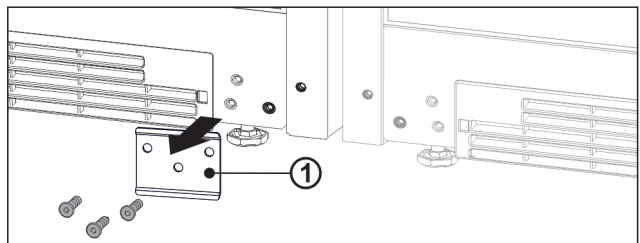

Fig. 14
- ▶ Ja ir uzstādīta plāksne Fig. 14 (1), noskrūvējiet plāksni.